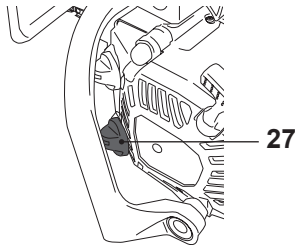

Fig. 18
- > Dévissez le bouchon du réservoir [27], puis ôtez-le (Fig. 18).